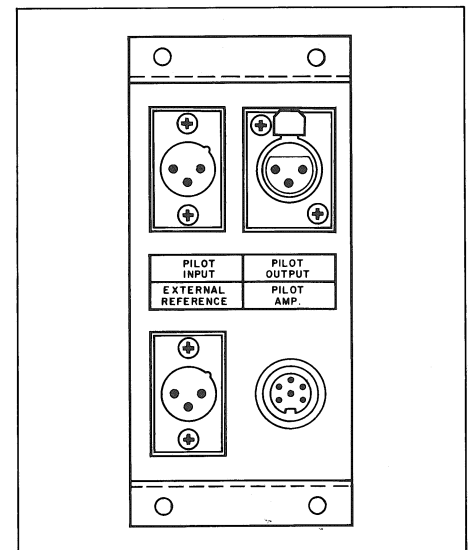

Fig. 2.2a
- Fig. 2.2a Anschlussfeld A80 mit Nachsteuerung
- Fig. 2.2a Terminal board A80 with follow-system